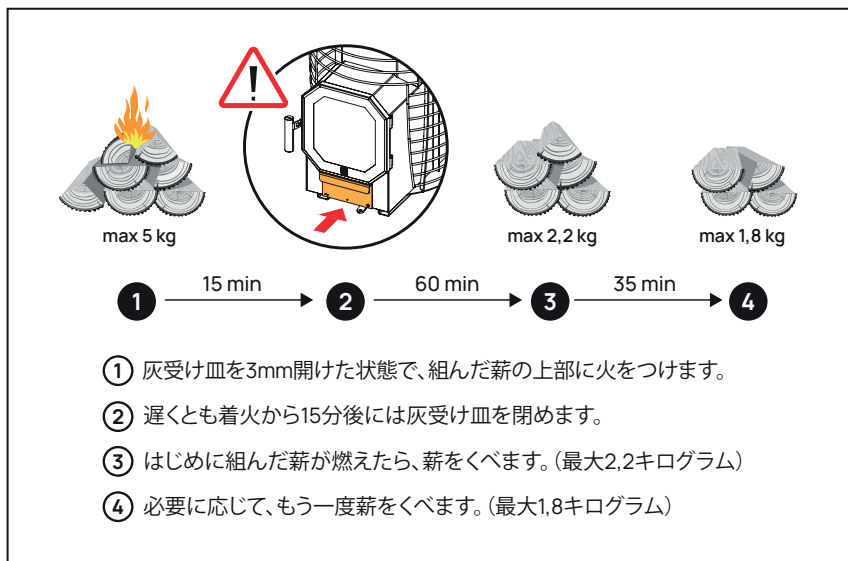

図16 HIVE Flow 着火と薪のくべ方
- ・ 図16・17に記載の薪の規定最大量を超えないようご注意ください。
- 図16と17に薪の最大量が記載されています。